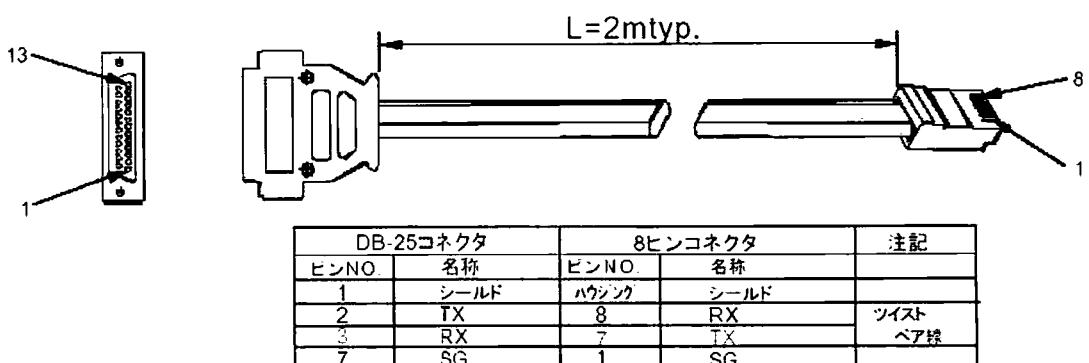

図 7-2： DB25 コネクタ付き RS232 ケーブル
2. 適切なシールドケーブルでリアパネルの IN コネクタとコントローラ (PC) の RS232 または RS485 ポートに接続します。RS232、RS485 ケーブルについては図 7-2、7-3、7-4 をご参照下さい。